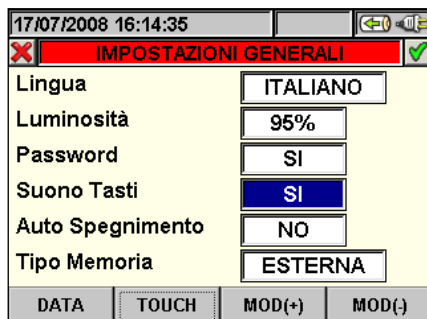

Fig. 14: Ecrã Configuração Suono Botões
1. Colocar o cursor com os botões “setas” ▲ ou ▼ no campo correspondente à opção “Toque dos Botões (Suono Tasti)” evidenciada no fundo azul, como se mostra na Fig. 14: